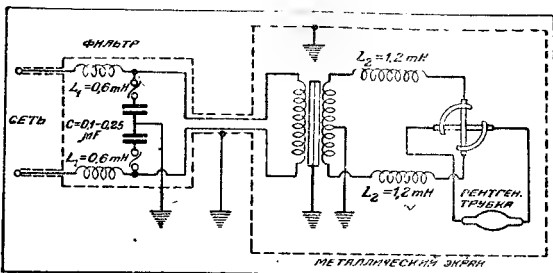

Рис. 4
3. Включением высокочастотных дросселей во вторичную обмотку силового трансформатора рентгеновского аппарата с механическим выпрямителем (рис. 4).
Так например для устранения помех от рентгеновских аппаратов с механическим выпрямителем можно рекомендовать комбинацию защитных приспособлений, указанную на рис. 4.
Как видно из рис. 4, здесь применен сетевой высокочастотный фильтр. Фильтр отнесен от рентгеновского аппарата и экранирован.